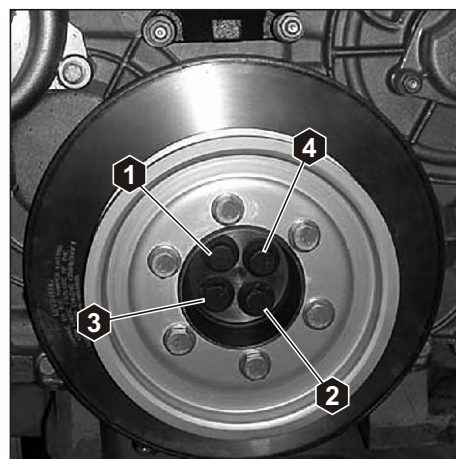

Рис. 133. Установка демпфера.
Установку демпфера производить в порядке, обратном снятию (см. **Раздел 3.6**). Болты крепления демпфера затянуть моментом $M_{кр} = 60 \pm 6$ Нм и в указанном порядке (см. **Рис. 133**). Проконтролировать дополнительно затяжку болта (1). На резьбы болтов нанести герметик "Локтайт 542".